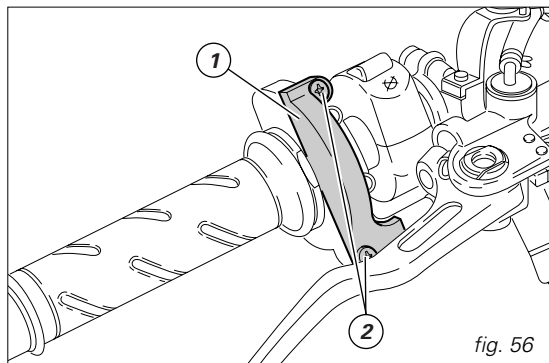

fig. 56
En el caso de la transmisión acelerador se aconseja abrir la tapa (1, fig. 56) del mando, destornillando los dos tornillos de fijación (2), engrasar las extremidades del cable y la polea.